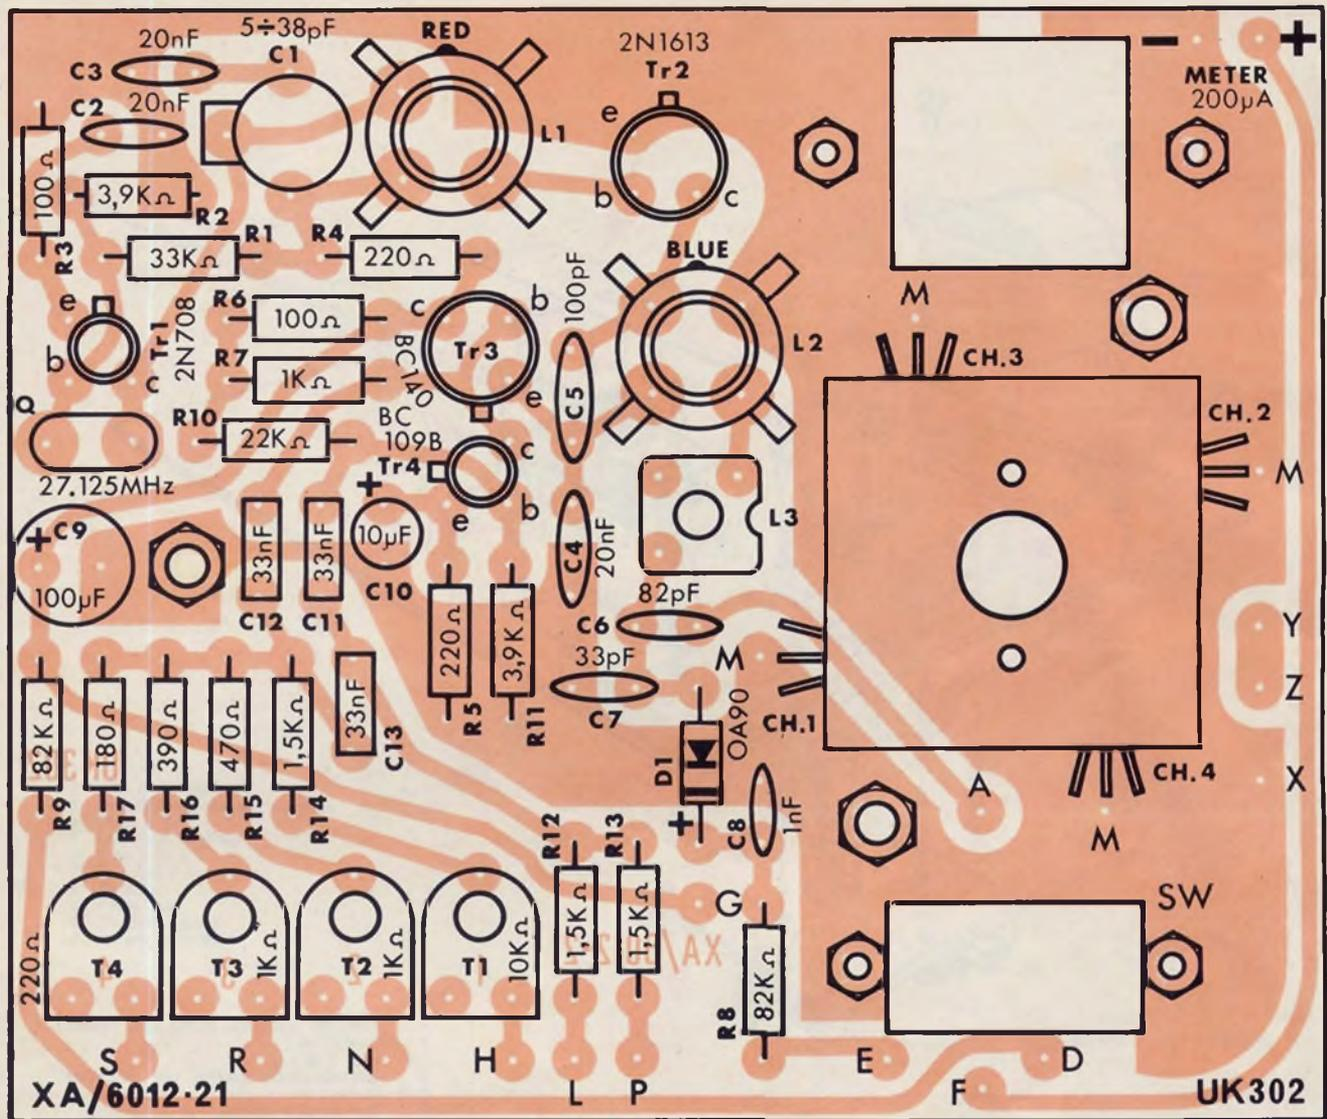

Fig. 2 - Serigrafia del circuito stampato e disposizione dei componenti.
Cominceremo con il montaggio dei componenti sul circuito stampato. Per facilitare il compito dell'esecutore è utile osservare la fig. 2 dove appare la serigrafia del circuito stampato, sulla quale abbiamo sovrapposto l'esatta disposizione dei componenti.
1ª FASE - Montaggio dei componenti sul circuito stampato (fig. 2)
□ Montare la bobina L1, contrassegnata da un punto rosso, la bobina L2, contrassegnata da un punto blu, e la bobina di accordo dell'antenna L3, che si distingue per le sue minori dimensioni e per la presenza del nucleo di regolazione. Per il montaggio delle bobine L1 e L2, disporre il punto colorato di riferimento nella posizione indicata dalla fig. 2, in modo da non effettuare una connessione errata dovuta alla simmetria dei piedini di collegamento, che causerebbe inevitabilmente il mancato funzionamento del trasmettitore. La bobina L3 ha solo due dei suoi terminali collegati e la
polarizzati: bisogna porre la massima attenzione al fatto che i tre terminali corrispondenti all'emettitore, alla base, ed al collettore vadano inseriti nei corrispondenti fori contrassegnati e, b, c, sul circuito stampato. Tenere conto che in fig. 2 i transistori sono visti dal lato opposto ai connettori.